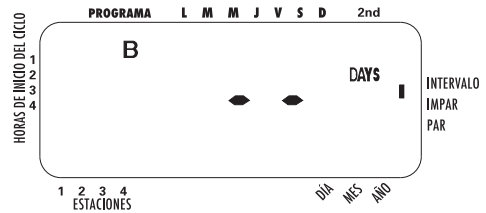

Figura 7: pantalla LCD que con intervalo de riego
- Gire la esfera rotativa a **INTERVALO DE RIEGO**. El cursor parpadeará a la izquierda de la palabra Interval (intervalo). [Ver Figura 7]